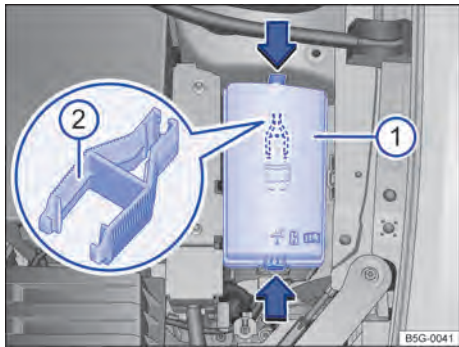

Fig. 171 En el vano motor: cubierta ① de la caja de fusibles con pinzas de plástico ②.
- Para desbloquear la cubierta de la caja de fusibles, presione las teclas de bloqueo en el sentido que indican las flechas → **fig. 171** ①.
En el lado interior de la cubierta de la caja de fusibles del vano motor podría haber unas pinzas de plástico → **fig. 171** ② para extraer fusibles.